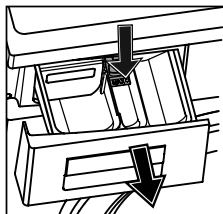
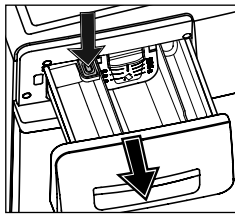

Figura 17
Figura 18
- ținindu-o de marginile împărțiturii, în conformitate cu Figura 17, sau de suprafața laterală așa cum se arată în Figura 18, cu un pic de presiune asupra capacului sau cheiei în direcția indicată de săgeată, trageți-o spre D-voastră.